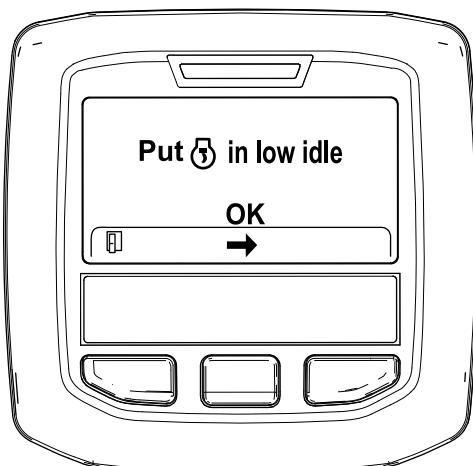

Bild 43
6. Stellen Sie die Gasbedienung in die NIEDRIGE LEERLAUF-Stellung und drücken Sie die mittlere Taste (Bild 43).